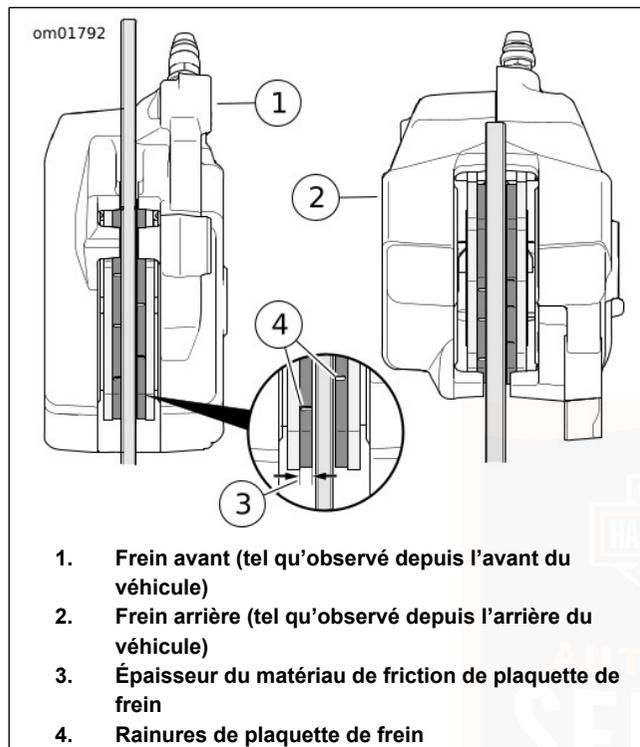

Figure 78. Matériau de friction de plaquette de frein
1. Voir Figure 78. Vérifier le disque de frein à mesure qu'il tourne. Le disque doit rester centré dans l'étrier de frein.